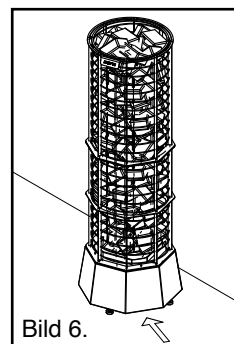

Bild 6.
- Bastuaggregatets styrströmbrytare sitter fram till aggregatets nedre del (se bild 6).